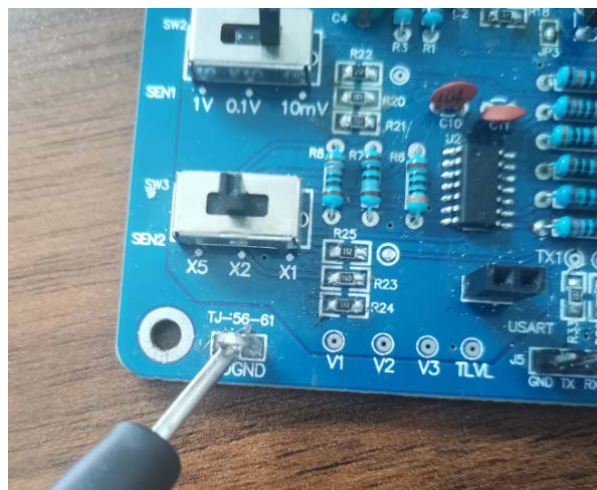

图1
- Ø **电压测量** 如果没有特别指明，本指引中提到的电压都是指对电路的参考点（地）的电压，测量电压的一般方法是将电压表的负表笔接地（图 1 中电路板左下方标注为 DGND 处），正表笔接被测点。